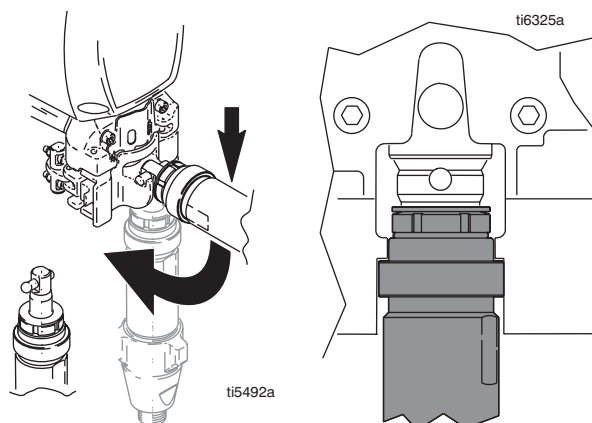

FIG. 24
1. FIG. 24. Justera kolvstängan mot stifthållaren för att dra ut kolvstängan. Knacka kolvstängan mot en hård yta så att kolvstängan trycks in.